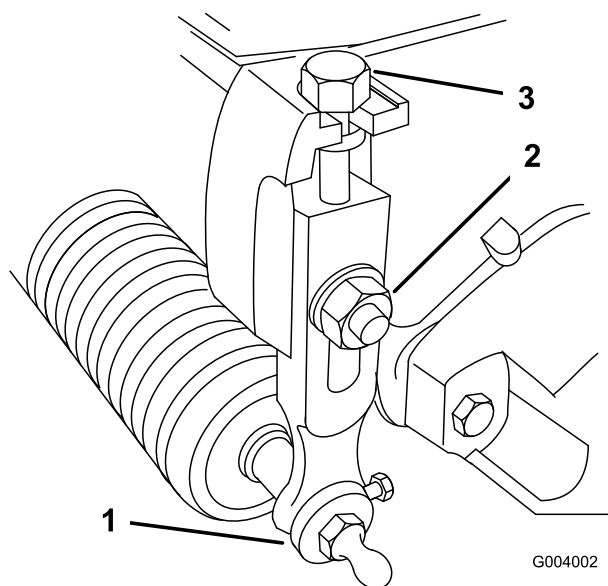

Figura 53
1. Desaperte as porcas de bloqueio que fixam os braços da altura de corte às placas laterais da unidade de corte (Figura 53).